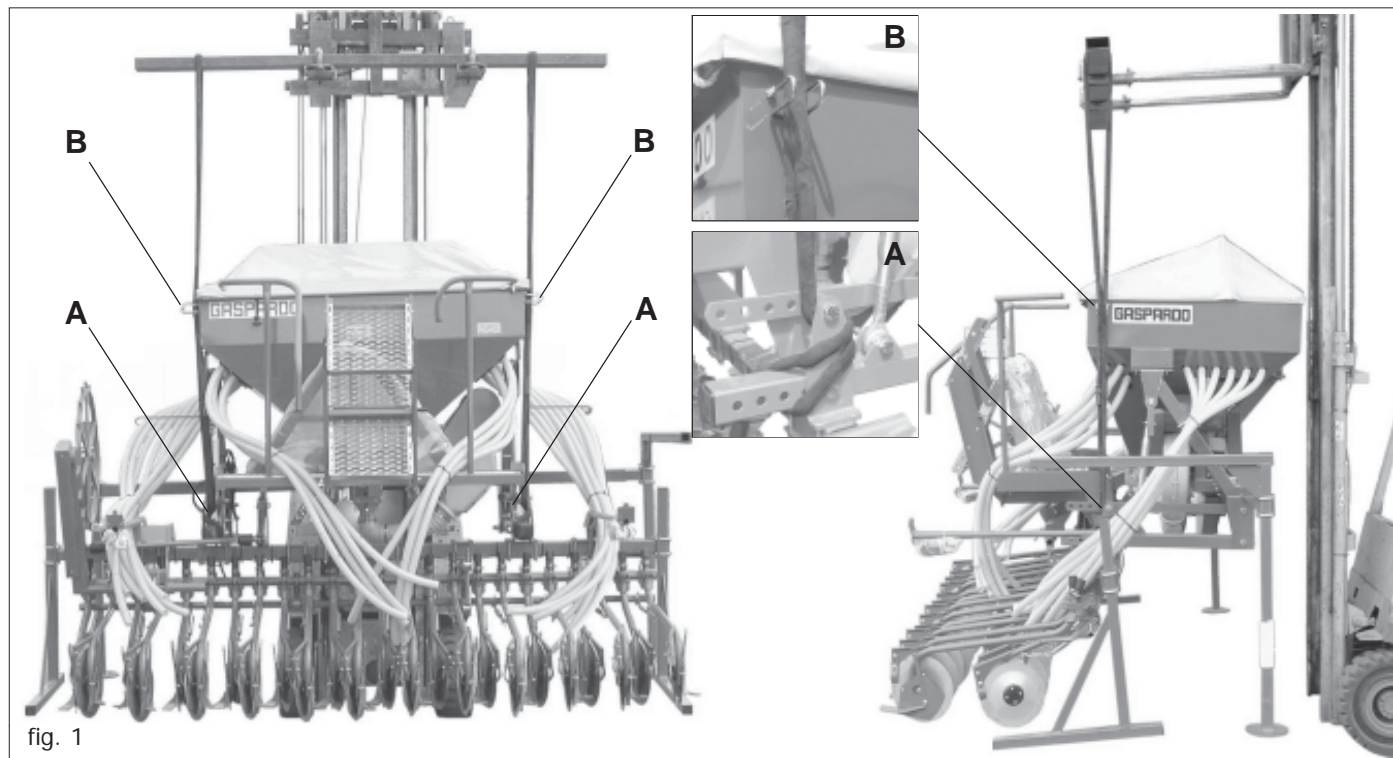
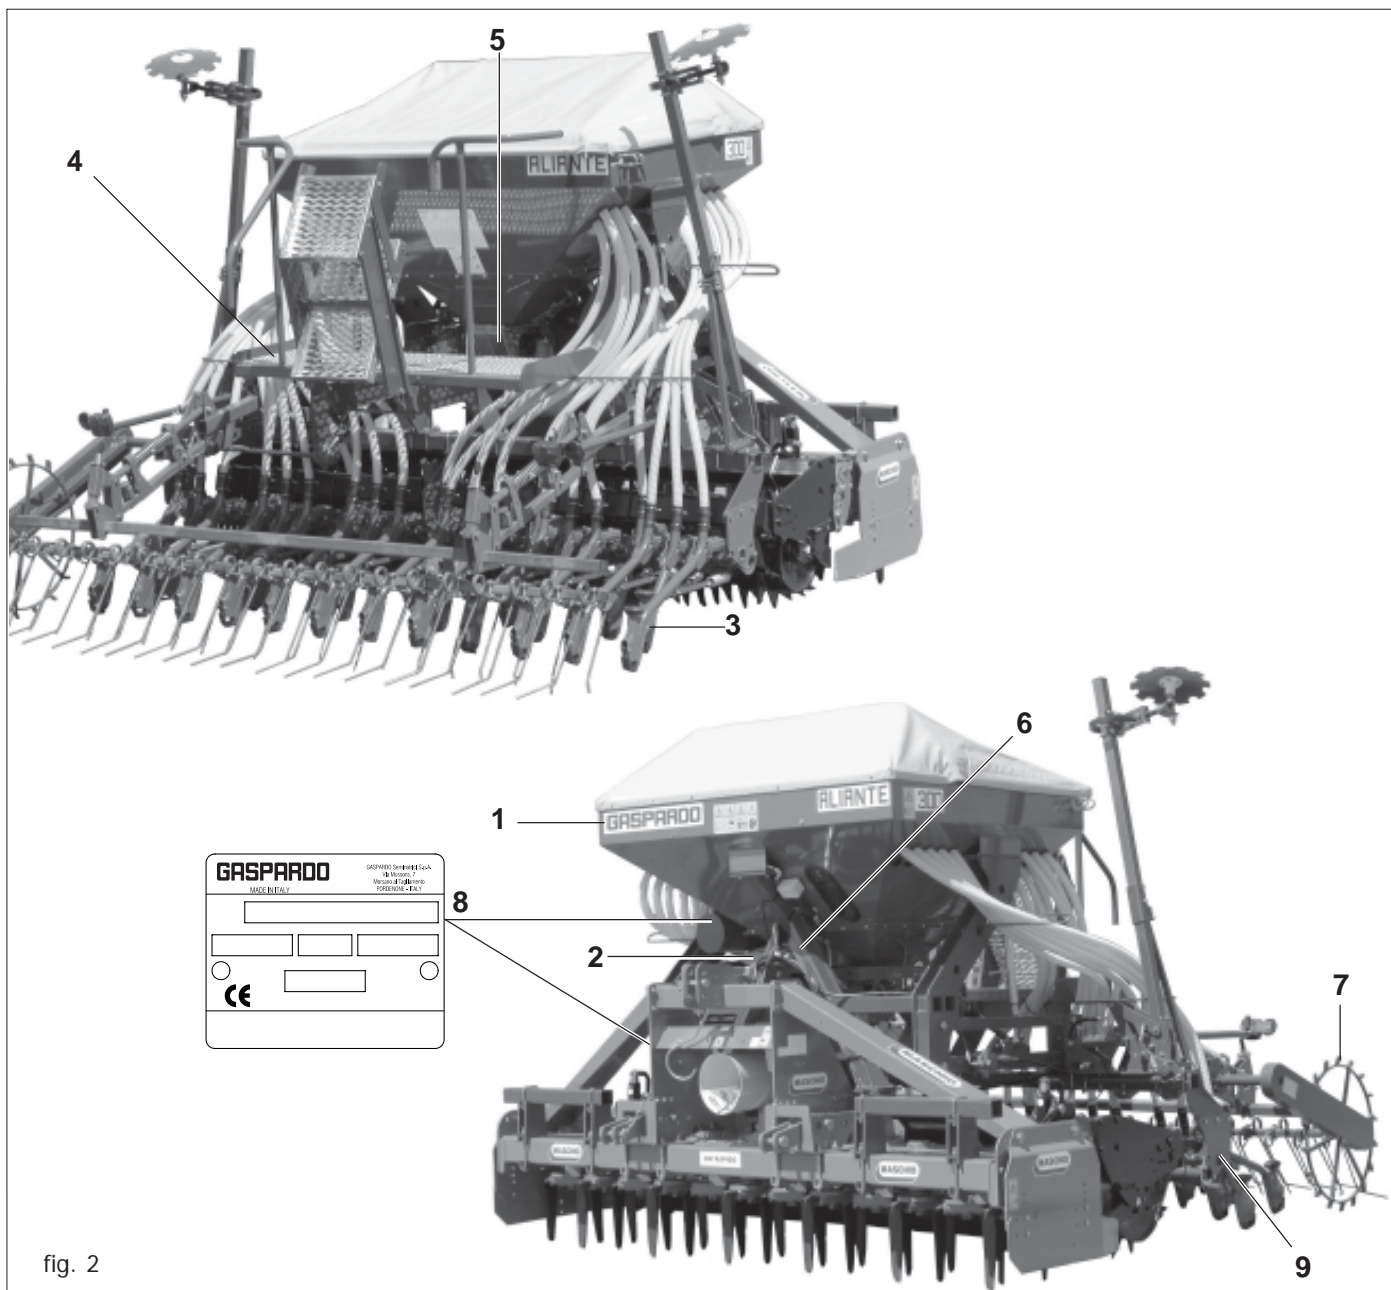

fig. 1
fig. 2
Cada equipo está provisto de una tarjeta de identificación (8 Fig.2), en la que se encuentran:
En caso de manipulación de la máquina, se precisa elevar la misma enganchándola a los ganchos (A Fig. 1) al efecto mediante aparejo o grúa idóneos con suficiente capacidad. Esta operación, debido a su peligrosidad, deberá ser realizada por personal capacitado y responsable. El peso de la máquina está indicado en la plaqueta de identificación (8 Fig. 2).
1.7 DISEÑO GENERAL (Fig. 2)